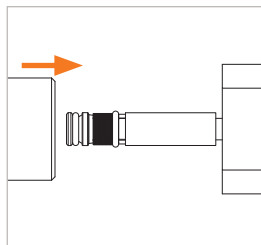

Figure 2
- ▶ Appliquer la pression pilote au connecteur. Les mâchoires de serrage coïncident et le raccordement de la pièce d'essai est possible (Figure 2).